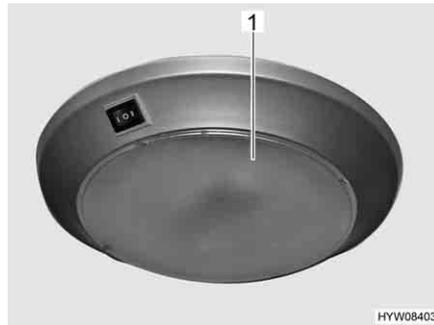

Fig. 201 Lámpara de techo
- Desengatillar el inserto de plástico (Fig. 201,1) cuidadosamente y quitarlo.